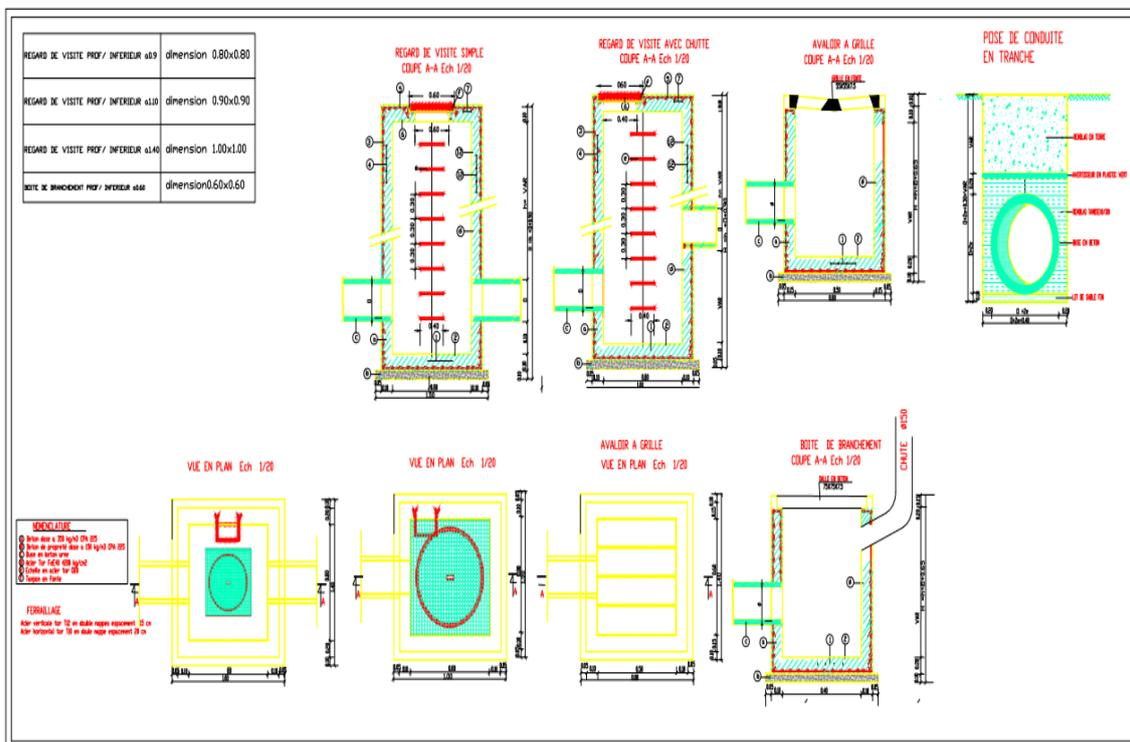

Fig.13 : Regards (de branchement, de visite) et boîtes de branchement , exemples de détails techniques constructifs . source : BET privé
-Les regards (de branchement, de visite, de chute et boîte de branchement) (fig.13)